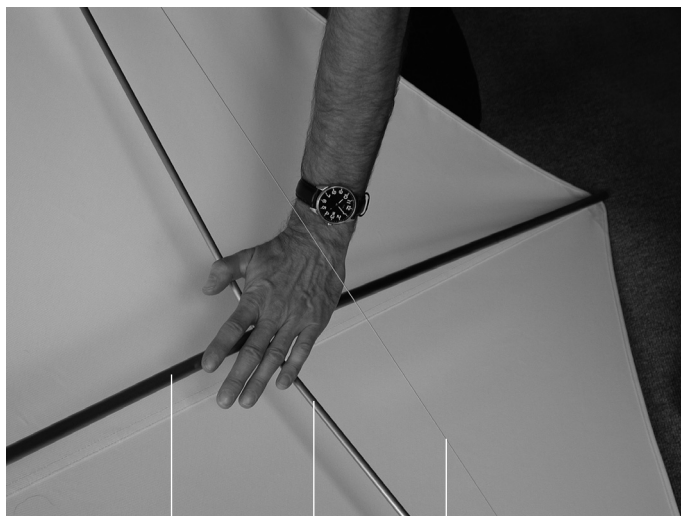

Fig. 43
Montageschritte (siehe Fig. 43 bis 44)
- F02 Mast [01] und Querstreben [02] am Kreuzungspunkt gefühlvoll nach unten drücken (siehe Fig. 43).